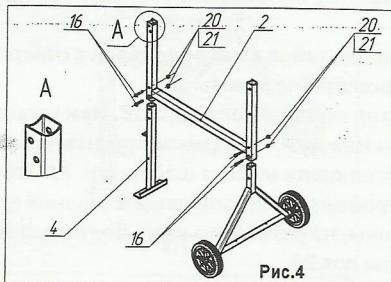

Рис.4
9.2. Установить опору левую поз.4 внутрь трубы рамы поз.2, совместить отверстия и установить в них болты поз.16. Обратите внимание на расположение отверстий на увеличенном виде А. С другой стороны установить шайбы поз.21, завернуть гайки поз.22. С другой стороны установить опору правую в сборе, совместить отверстия, установить в них болты поз.16, шайбы поз.21, завернуть гайки поз.20. Схема сборки представлена на рис.4.
Если замена подшипников не требуется, то необходимо сориентировать шпоночный паз на шестерне и валу, запрессовать шестерню поз.2 на вал поз.1 и повторить переходы в обратном порядке.(рис.4) Если требуется еще и замена подшипников, то предварительно необходимо снять шпонку поз.15. Используя щипцы для установки стопорных колец, вынуть стопорное кольцо поз.15. Используя оправку, выпрессовать вал в сборе с подшипниками со стороны присоединения привода. Снять подшипники поз.13 с вала. Заменить подшипники